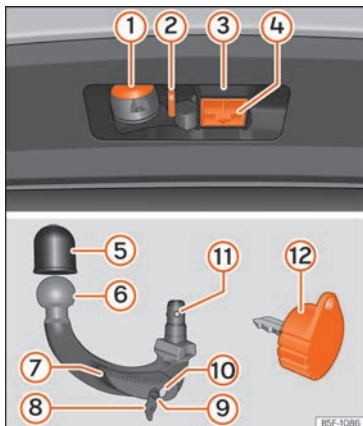

Fig. 263 Soporte del dispositivo de enganche para remolque / gancho de remolque / llave
① CUIDADO
- La zona superior del alojamiento del gancho está provista de grasa lubricante » fig. 263 ③. Cuando use el dispositivo debe asegurarse de que no se haya eliminado.
- Extraiga el tapón de alojamiento del gancho » fig. 263 (4) hacia abajo.
- Coloque el tapón (4) en su alojamiento » fig. 263.